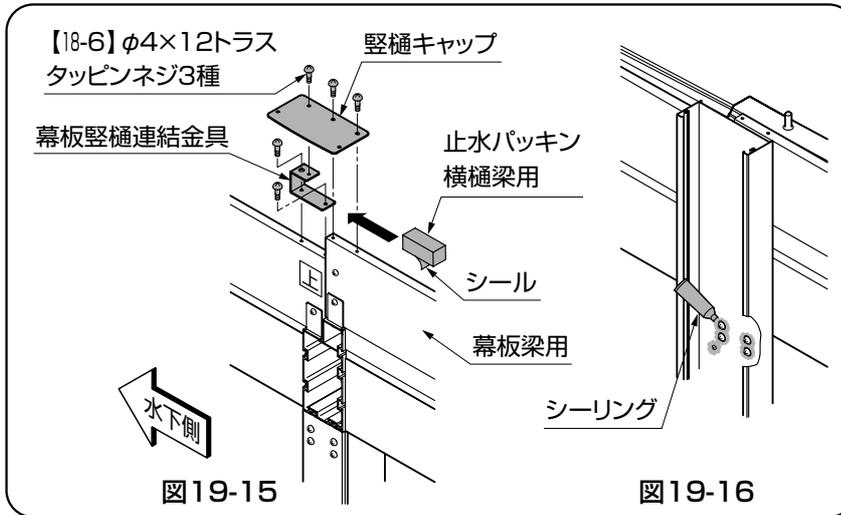
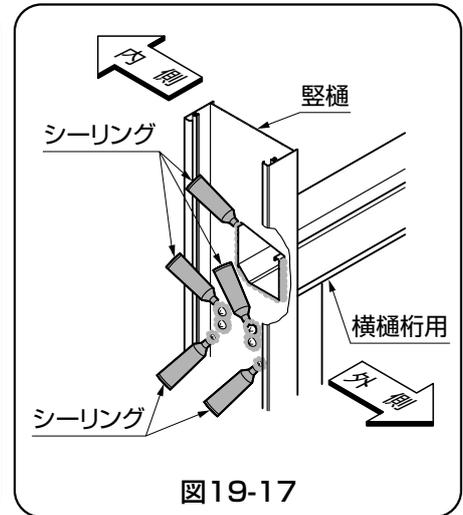
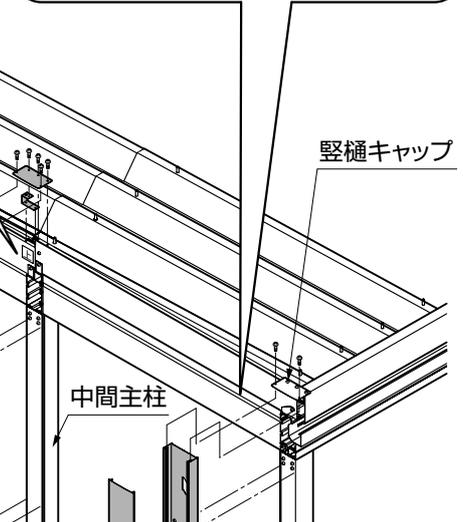

図19-15
図19-16
図19-17
- ⑤ 水下側の幕板梁用に幕板縦樋連結金具を【18-6】で取付けてください。(図19-15参照)
- ⑥ 幕板縦樋連結金具に止水パッキン横樋梁用を貼付けてください。
- ⑦ 縦樋キャップを【18-6】で取付けてください。(図19-15参照)
- ⑧ 主柱・中間主柱と縦樋を【18-5】で取付けてください。
- ⑨ 横樋桁用の端部、主柱上部のネジ部にシーリングをしてください。(図19-16、図19-17参照)